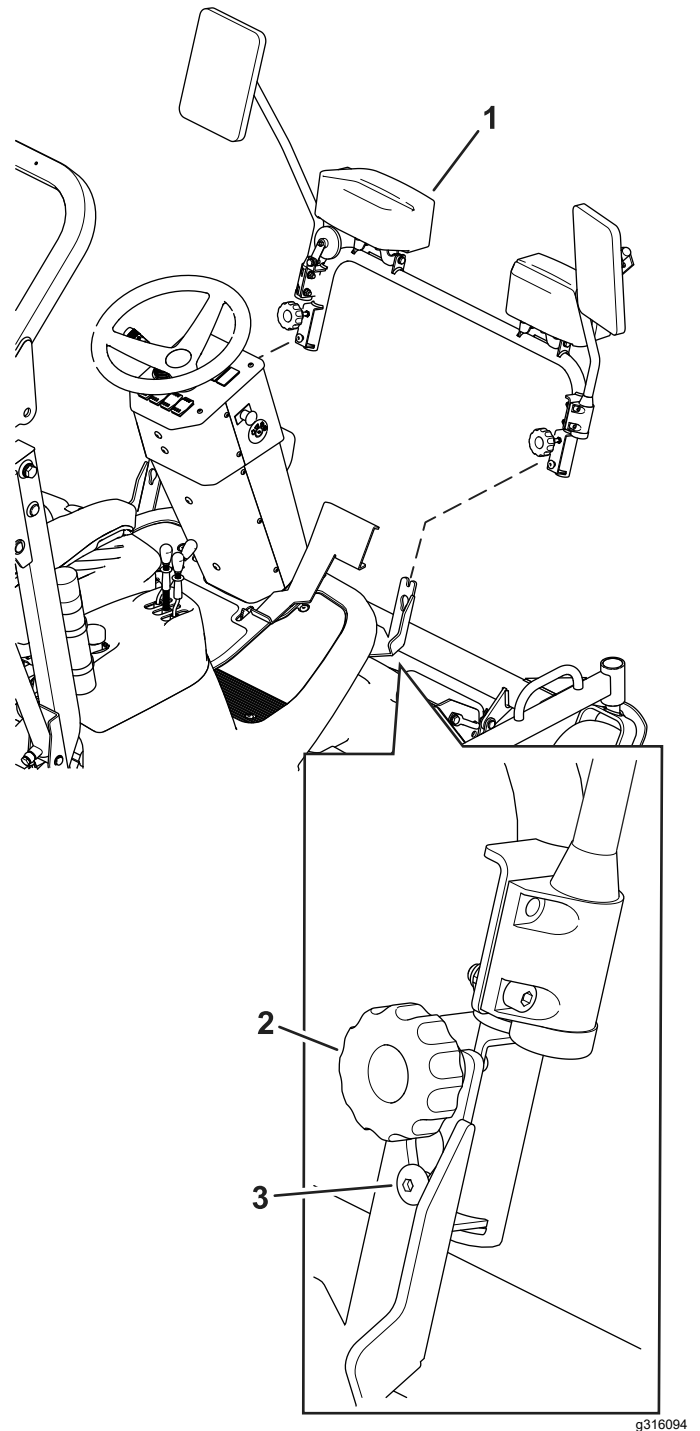

図 8
1. 機体のブラケットにライトを取り付けるブラケットについているスロットを利用する 図 8。
2. ノブを締め付ける 図 8。